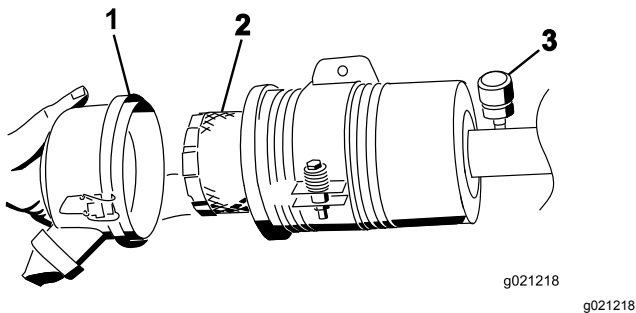

Figure 84
- Déposez et remplacez le filtre (Figure 84).